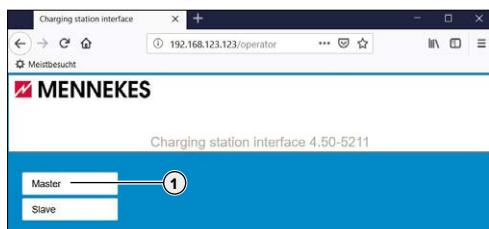

Abb. 21: Auswahlseite: Master - Slave
- ➔ "Abb. 21: Auswahlseite: Master - Slave"